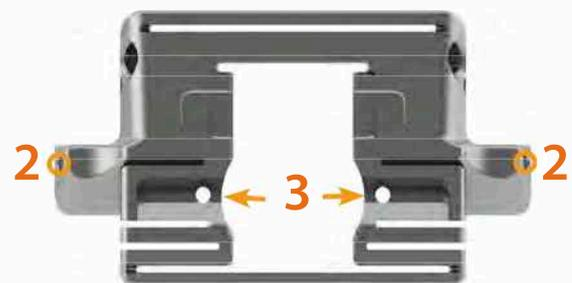

Fig. 31
Fije el Bloque de corte 4 en 1 (Fig. 31) con dos pines al fémur usando los orificios resaltados (2) para ello. Los orificios frontales (3) se usan para cambiar el tamaño femoral a un tamaño mayor o menor. Para este fin, coloque 2 pines en los orificios marcados como 3, saque el Bloque de corte e introduzca el Bloque de corte del nuevo tamaño.